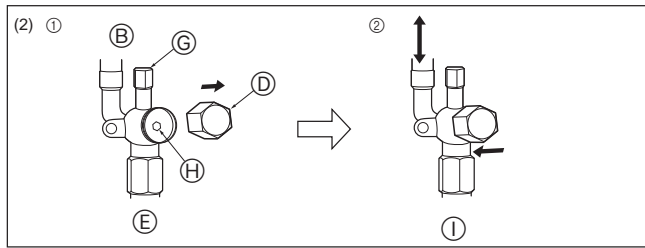

Fig. 4-7
(2) Côté liquide (Fig. 4-7)
- ① Retirez le bouchon, et tournez la tige de soupape à fond dans le sens antihoraire avec une clé hexagonale de 4 mm [5/32 inch]. Arrêtez de tourner quand elle frappe la retenue. (ø6,35 [1/4 inch]: env. 4,5 tours) (ø9,52 [3/8 inch]: env. 10 tours)
- ② Vérifier que la vanne d'arrêt est complètement ouverte, appuyer sur la poignée et tourner le capuchon pour le ramener sur sa position d'origine.